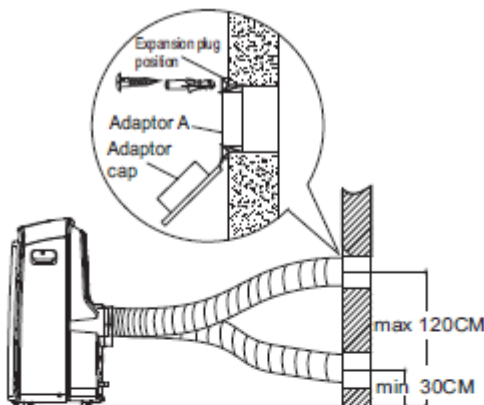

Fig. 18
1. Prepare un agujero en la pared. Instale el adaptador A sobre la pared usando 4 tacos y tornillos, asegúrese que queda bien sujeto. (Ver Fig.18)